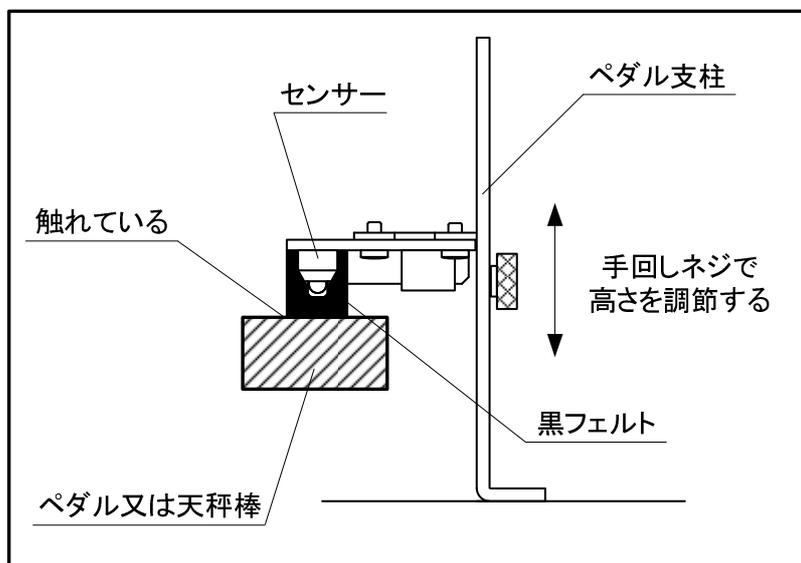

図3.5-2 センサー部の高さ調整
(2) ペダルを踏み込まない状態で、図3.5-2の様に手回しネジで高さを調節して、ペダルや天秤棒の上面にセンサーの黒フェルト部が触れていることを確認する。尚、1mmくらいは離れていても動作に支障はない。
(5) 黒フェルト部をペダルに当てる。この際、図3.5-4の様にセンサー部が水平になるよう調整する。また、ペダルを戻した時も図3.5-2のペダル支柱が傾かないようにする。